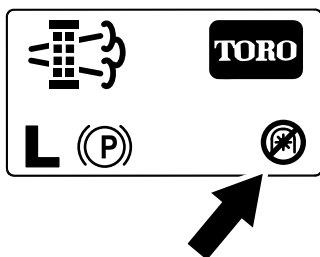

Рисунок 46
**Примечание:** На главном экране отобразится значок «BOM выключен» (Рисунок 46).
**Примечание:** На главном экране отобразится значок «BOM выключен»; см. Рисунок 46 в разделе Сообщения о стационарной регенерации \(страница 48\).